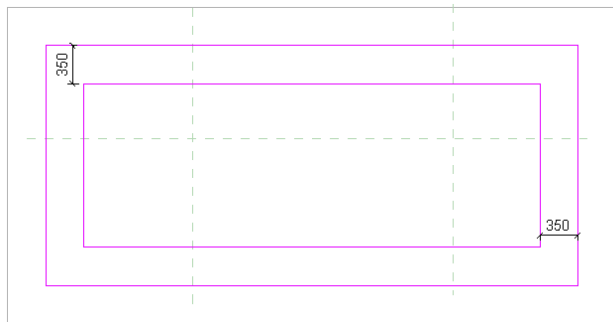

图 10-54 绘制轮廓线 (2)
8) 单击“创建”选项卡“形状”面板“拉伸”按钮, 打开“修改|创建拉伸”选项卡, 单击“绘制”面板中的“矩形”按钮, 绘制如图 10-54 所示的轮廓线。